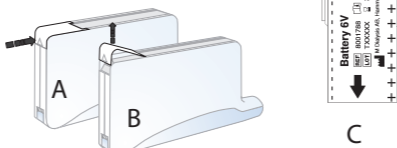

Fig. 2. A: Fermeture du couvercle de la batterie
- Ouvrir le couvercle de la batterie en pressant avec le pouce dans la direction de la flèche (voir Fig. 2).